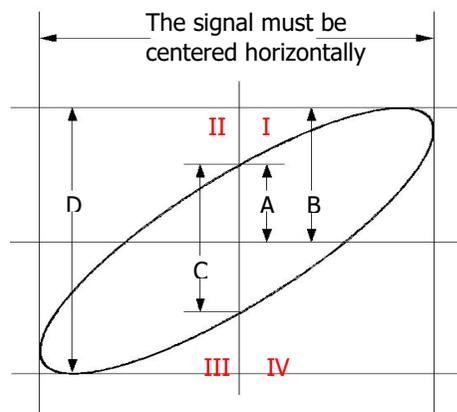

Figure 3-2 Diagramme schématisé de mesure de l'écart de phase
5. Observez le résultat de la mesure indiqué dans la figure ci-dessus. D'après le schéma de mesure de la déviation de phase (comme illustré sur la figure 3-2), A/B (C/D) = 1. Ainsi, l'angle de déviation de $\theta = \pm \arcsin 1 = 90^\circ$.